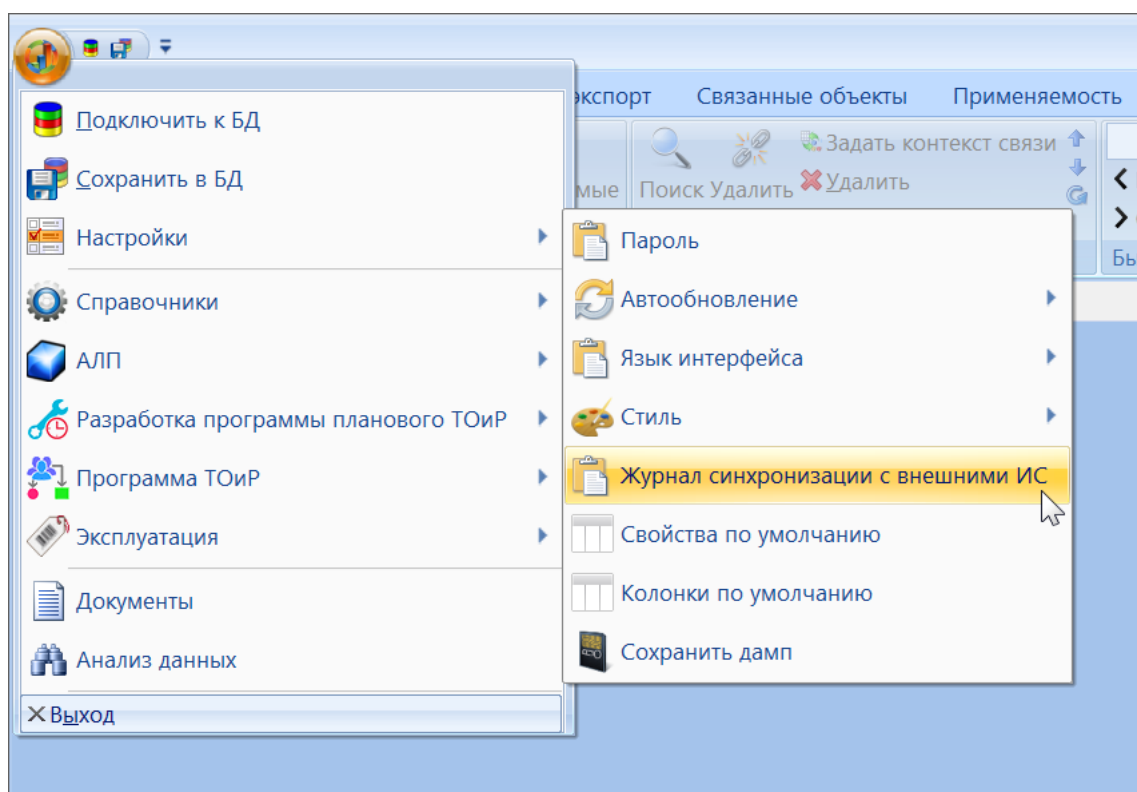

Рис. 14-71 – Вызов журнала синхронизации с внешними системами
1) В меню управляющей кнопки выбрать пункт «Настройки» → «Журнал синхронизации с внешними ИС» (рис. 14-71).